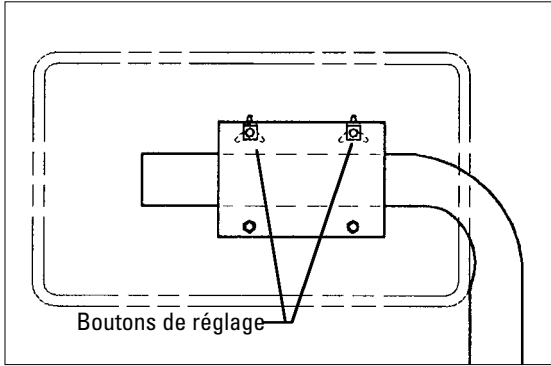

Figure 6 – Boutons de réglage du boîtier de commande
18. Desserrez les deux boutons de réglage à l'arrière du boîtier de commande (Figure 6).